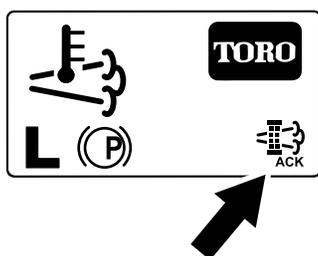

Рисунок 58
8. В ходе процесса регенерации дисплей инфо-центра показывает главный экран и в правом нижнем углу экрана отображается значок подтверждения регенерации (Рисунок 58).